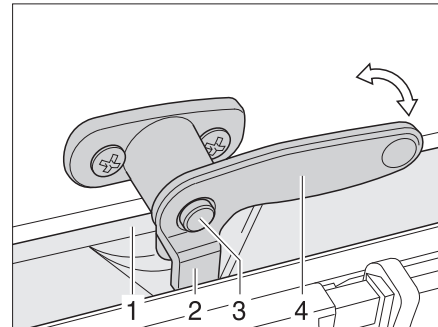

Fig. 69 Levier de verrouillage avec bouton de sécurité en position "fermée"
- Si présent, enfoncer le bouton de sécurité (Fig. 69,3) et le maintenir enfoncé.